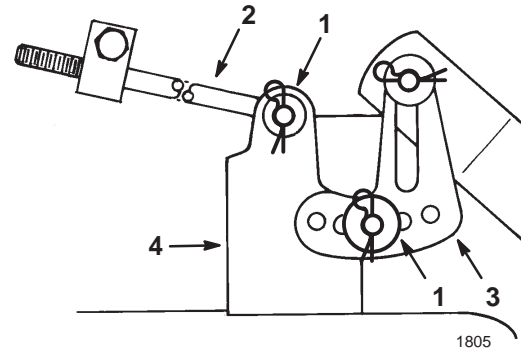

Figure 40
15. Enlevez la goupille fendue et la rondelle de l'extrémité de la longue tige (Fig. 40)
17. Enlevez la goupille fendue et la rondelle de la patte de mise à niveau du plateau de coupe (Fig. 40).